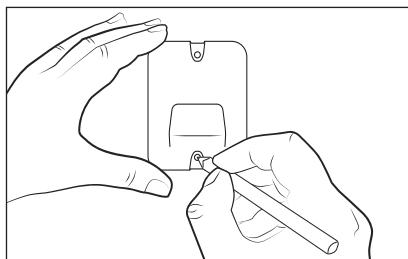

Fig. 3
- 2) Utilize o suporte de parede **10** para marcar os dois furos na parede (ver fig. 3).